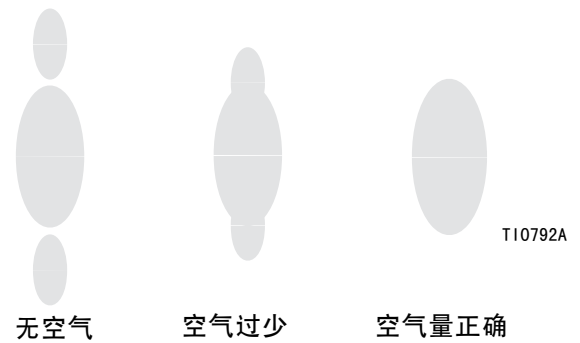

图 14
5. 将雾化空气压力调到扣动扳机时约达 5 psi (3.5 kPa, 0.35 bar)。检查喷型，然后缓慢增加空气压力，直到分叉完全雾化而且归入喷型。见图 14。通常，7 - 10 psi (4.9 - 7.0 kPa, 0.49 - 0.7 bar) 的空气压力足以雾化分叉，低粘度涂料尤其如此。空气压力设置太高会导致涂料在空气帽的堆积，从而降低传递效率。喷枪供气压力不得超过 100 psi (0.7 MPa, 7 bar)。